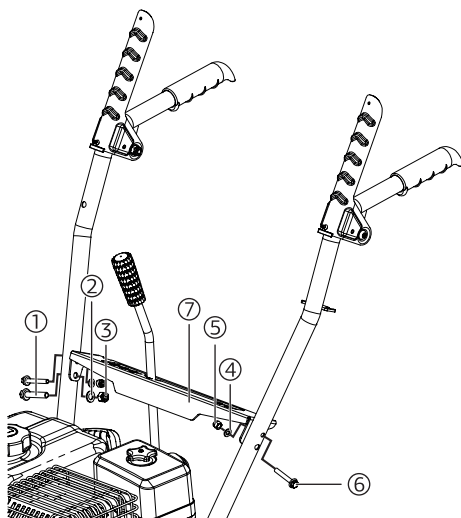

Рис. 4
2. Установите панель управления (7), закрепив ее крепежными элементами: болт 6x40 – 2 шт. (1); шайба D6 – 2 шт. (2); гайка M6 – 2 шт. (3); шайба D8 (4); гайка M8 (5); болт 8 (6) (Рис. 4).